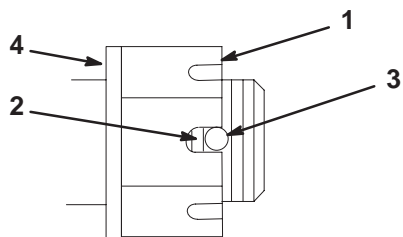

Figure 59
4. Serrez le boulon crénelé à 170 Nm (125 pieds-livre) (Fig. 59).
5. Contrôlez la distance entre la base de la fente de l'écrou et le bord intérieur du trou. On ne doit pas voir plus de deux filets (Fig. 59).
6. Si plus de deux filets sont visibles, enlevez l'écrou et placez une rondelle entre le moyeu et l'écrou (Fig. 59).
7. Serrez le boulon crénelé à 170 Nm (125 pieds-livre) (Fig. 59).
8. Serrez l'écrou jusqu'à ce que le jeu de fentes suivant soit en face du trou de l'axe (Fig. 59).